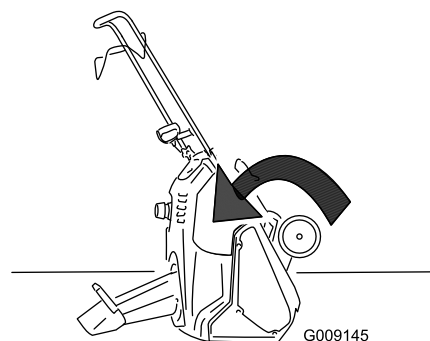

Figure 32
11. Basculez la fraise à neige en avant pour faciliter le montage du déflecteur d'échappement (Figure 32).